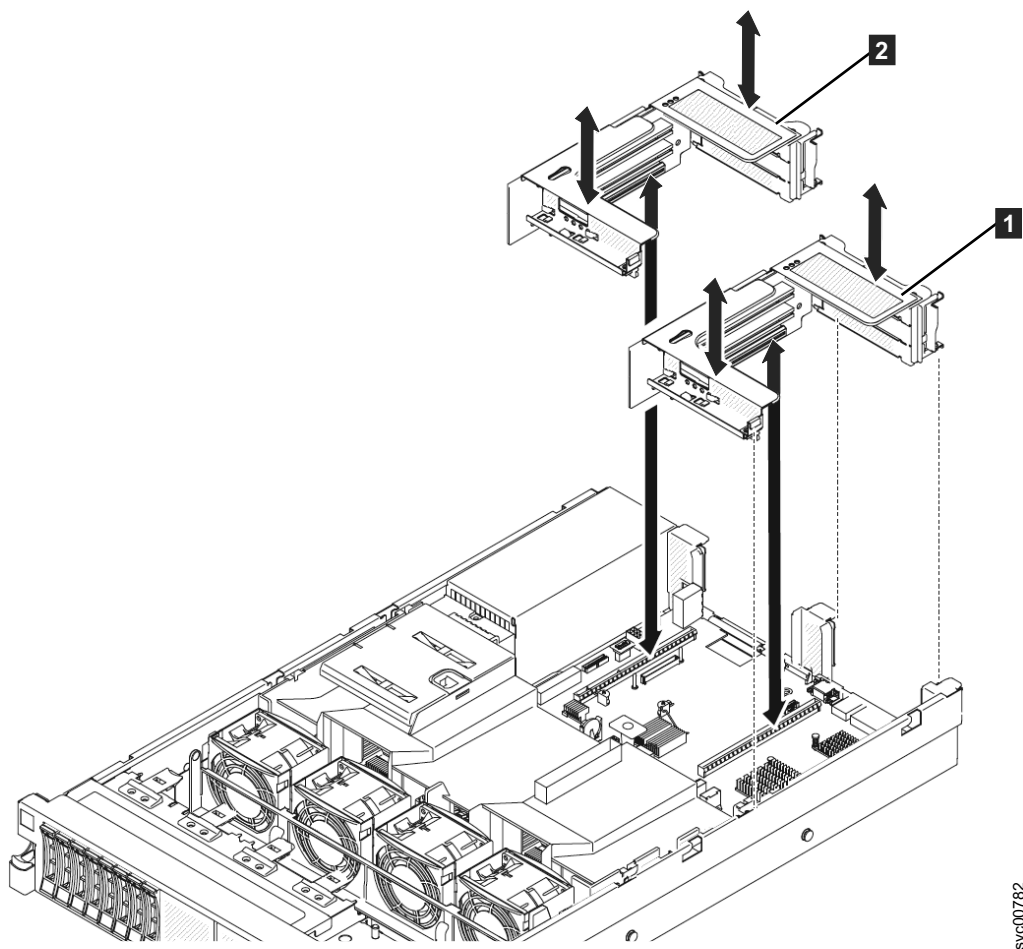

图 149. 卸下 2145-DH8 PCI Express 转接卡组合件
- PCI 转接卡插槽 1 **1**（离电源较远的插槽）。您必须在插槽 1 中安装 PCI 转接卡组合件。请参阅第 180 页的图 149。